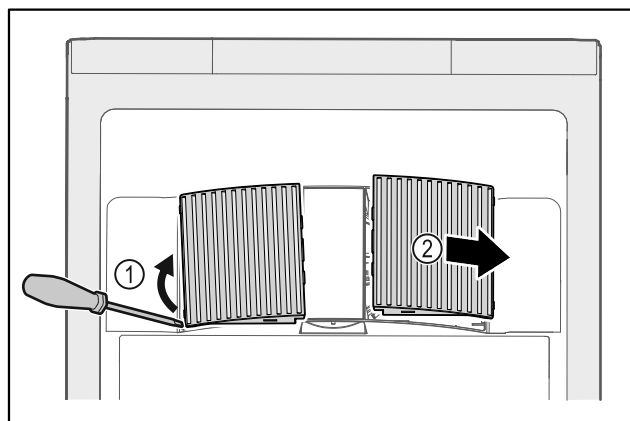

Fig. 140
- ▶ Осторожно подденьте крышки вентилятора сбоку Fig. 140 (1) и снимите их движением вперед Fig. 140 (2).